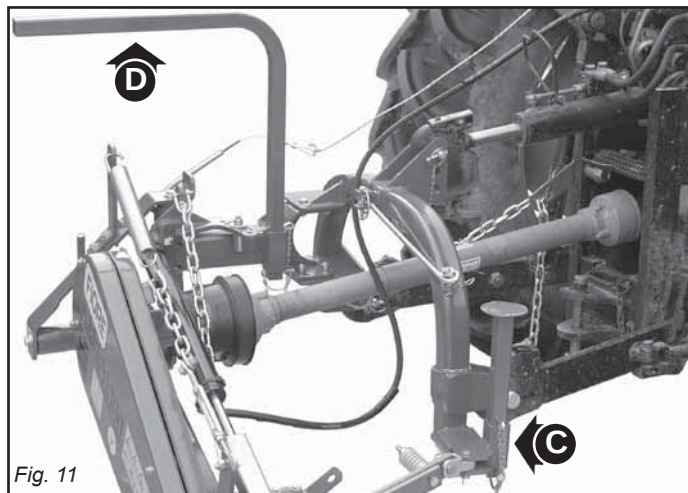

Fig. 11
- 48) Înainte de a pune în funcțiune cositoarea, controlați ca picioarele de susținere (C și D, fig. 11) să fi fost îndepărtate de sub cositoare; controlați ca utilajul să fi fost corect montat și reglat; controlați ca mașina să fie într-o stare optimă și ca toate organele supuse uzurii și deteriorării să fie eficiente.